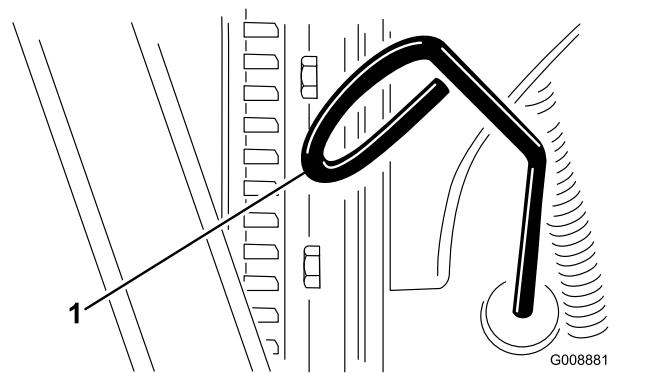

図 25
2. ディップスティック図 25を抜きウェスで一度きれいに拭く。